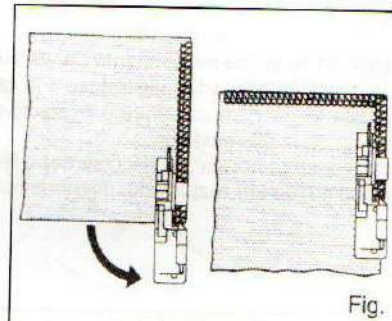

Fig. 1
3. Dé vuelta a la tela, baje el pie prensatelas y comience la puntada en la dirección. Fig. 1.